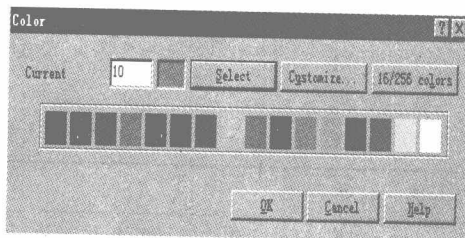
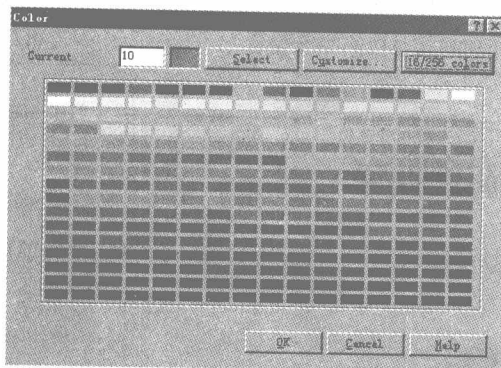

图 1-11
图 1-12
(1) 功能 用于设置以后绘制的几何对象的颜色。
(2) 调用方法 单击次菜单中的“Color:”选项。此时，弹出 16 色“Color”对话框，如图 1-11 所示。
(3) 操作方法
① “Current”文本框用于输入颜色的色号，其取值范围为 0~255。可以直接输入颜色的色号或在其下面的色板中选取所需要的颜色。在其后面的颜色显示框中显示出当前设置的色号。
② 单击“Select”按钮，系统返回到绘图状态。这时可以在绘图区选取一个几何对象，将该对象的颜色设置为以后绘制几何对象的颜色。
③ 单击“16/256 colors”按钮，色板的颜色将由 16 种改变为 256 种，如图 1-12 所示。再次单击该按钮，色板的颜色将返回到 16 种。